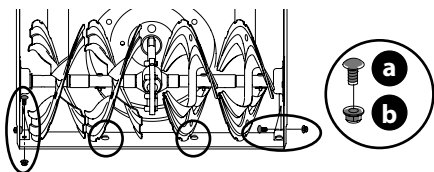

Figure 68
3. Retirez les boulons de carrosserie (a) et les écrous hexagonaux (b) qui fixent la lame de raclage au boîtier des tarières. Voir (Figure 68).
4. Installez la lame de raclage neuve et vérifiez que la tête des boulons de carrosserie est placée à l'intérieur du boîtier. Serrez bien. Voir Figure 68.